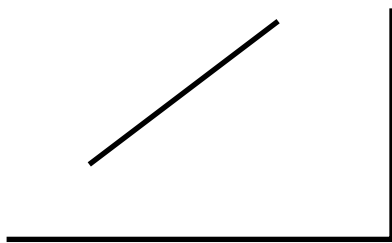

Figura 1
- Să se realizeze desenul din figura 1, folosind comenzile de desenare.
- Să se realizeze figura 2 prin racordare, pornind de la entitățile din figura 1.